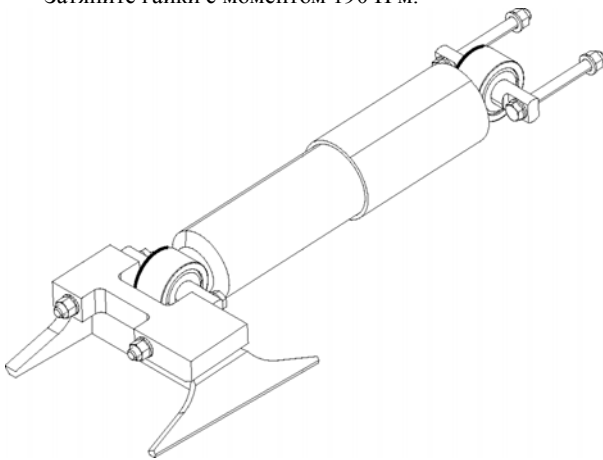

Рисунок 12. Гидравлический амортизатор угловых колебаний
Проверьте оба гидравлических амортизатора угловых колебаний (см. рис. 12) на наличие признаков чрезмерного подтекания рабочей жидкости или повреждения резиновых втулок крепления.
4. Закрепите амортизатор на кронштейнах крепления болтами с новыми гайками и шайбами (см. рис. 12). Затяните гайки с моментом 190 Н·м.